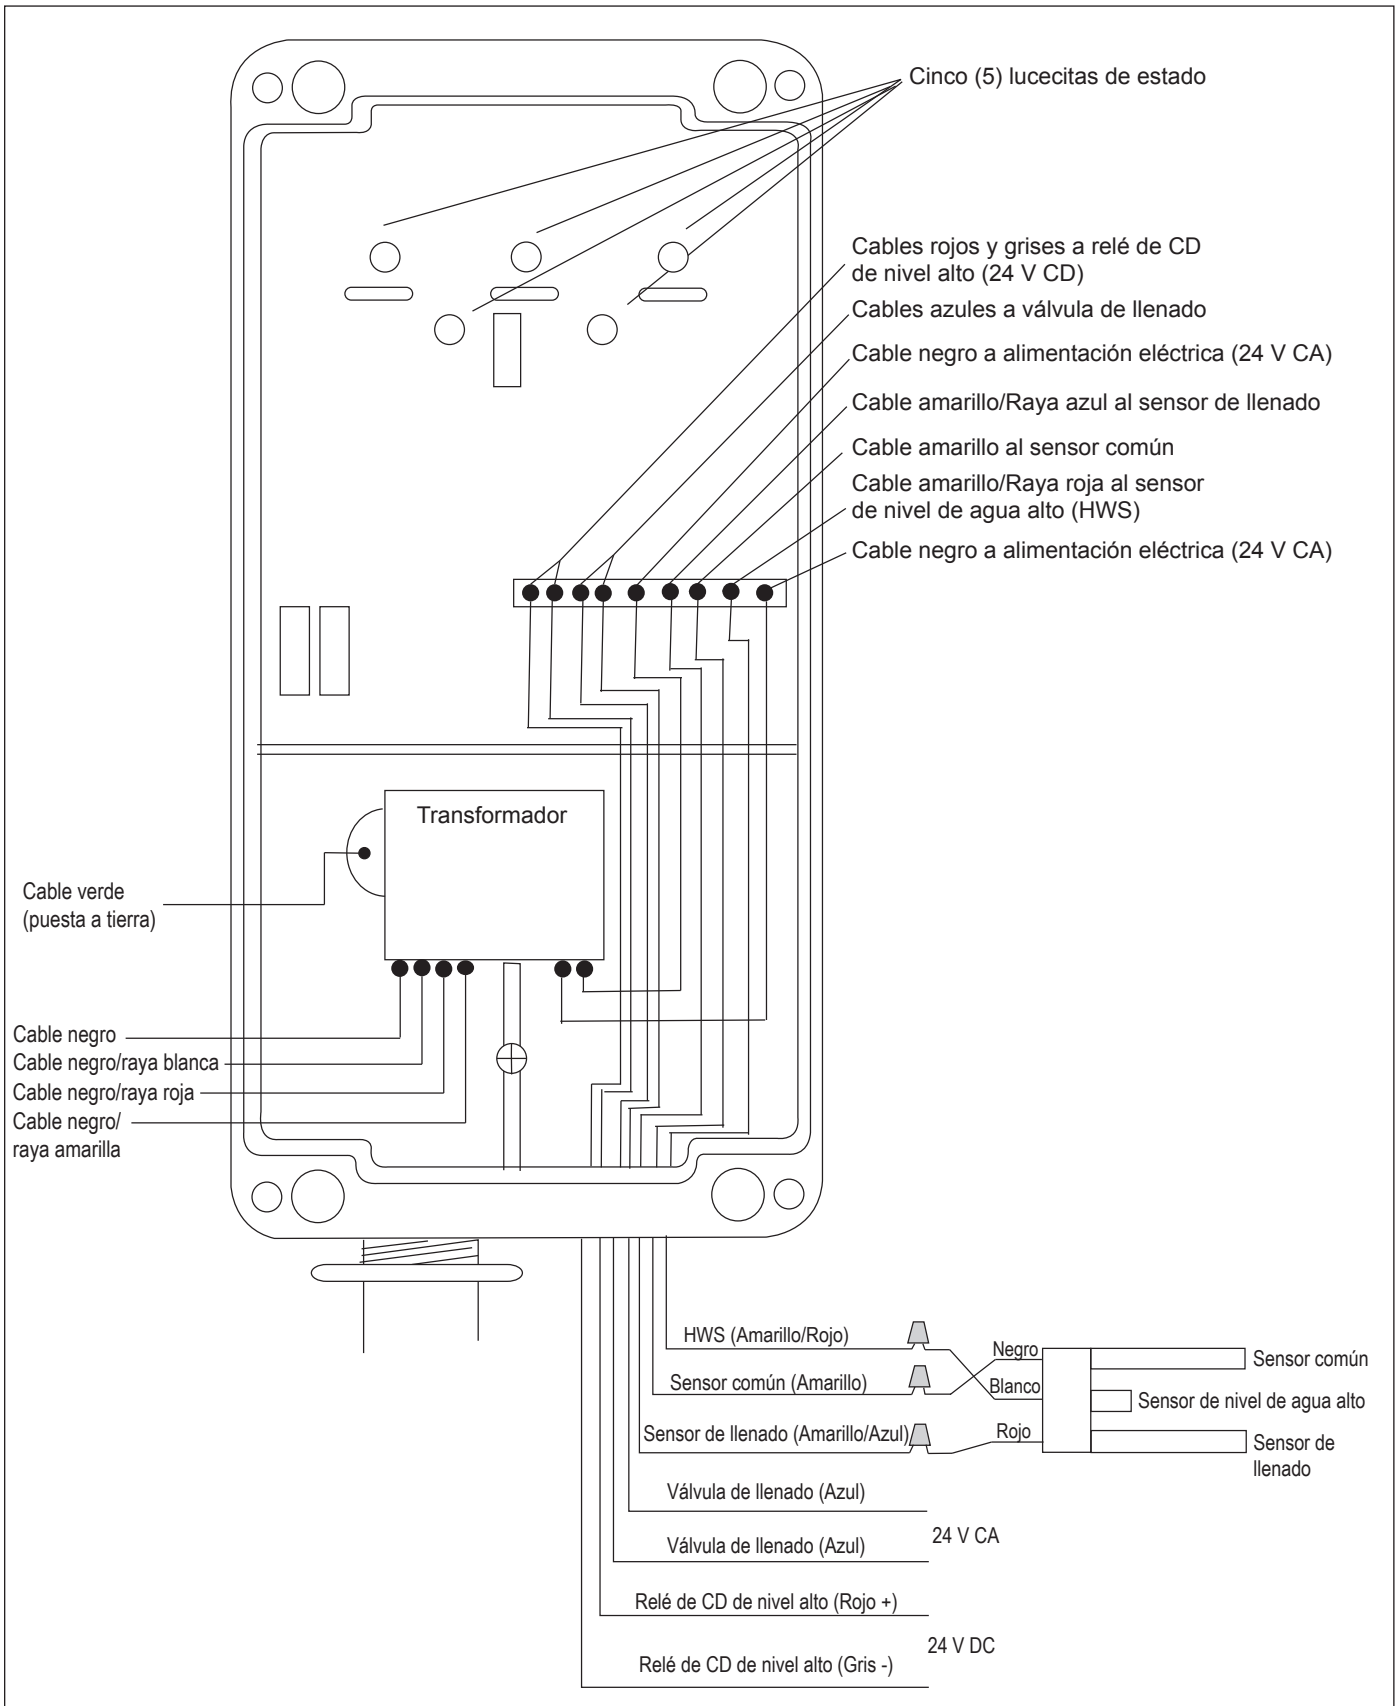

Figura 7. Cableado de la caja de control
2. Conecte los cables de la válvula de llenado a los cables azules de la caja de control usando tuercas para cables. Véase la Figura 7, Cableado de la caja de control, en la página 10.
3. Conecte los cables del relé de CD de nivel alto a los cables grises (-) y rojos (+) de la caja de control usando tuercas para cables. Véase la Figura 7, Cableado de la caja de control, en la página 10.
2. Conecte los cables del sensor de la siguiente manera: Consulte la Figura 7, Cableado de la caja de control, en la página 10 y la Tabla 1, Conexiones de cables del sensor, a continuación.